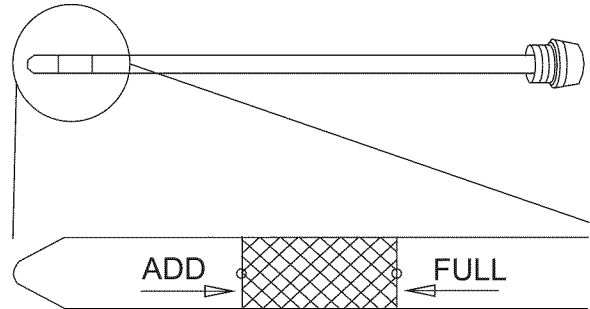

Figure 14 — Plage de remplissage d'huile
4. Vérifiez si le niveau d'huile est rempli jusqu'au repère maximum FULL de la jauge d'huile (Figure 14).